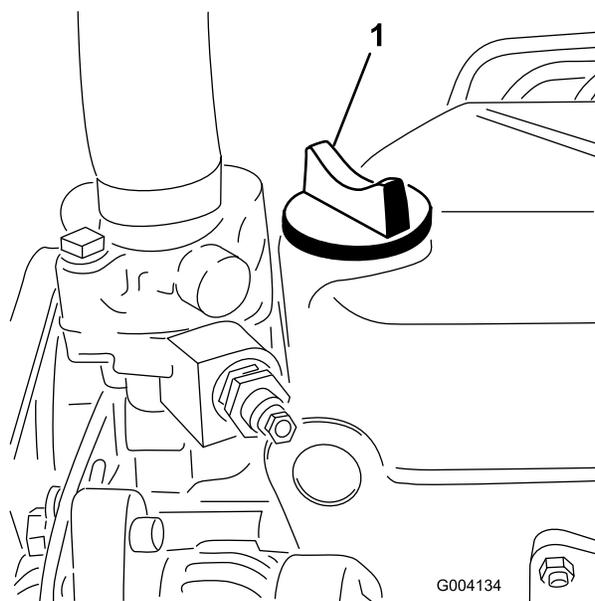

Рисунок 49
5. Если уровень масла ниже отметки Full (Полный), снимите крышку заливной горловины (**Рисунок 49**) и добавляйте масло до тех пор, пока его уровень не достигнет отметки Full (Полный) на масломерном щупе.